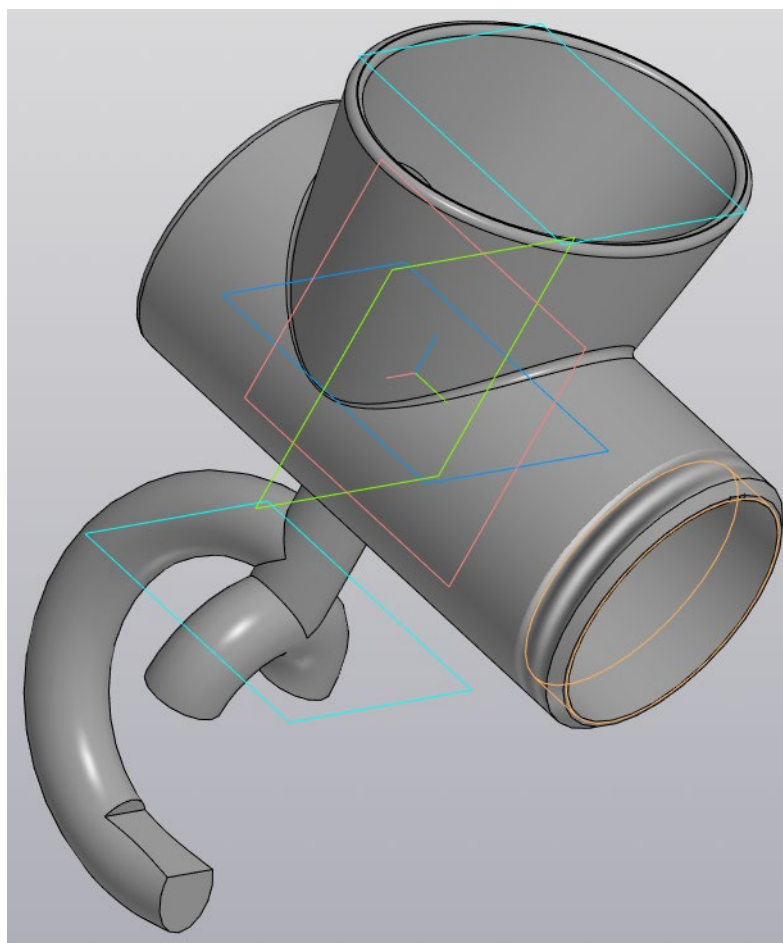

Рисунок 77 – Результат моделирования элемента крепления
10.17 Создайте новый эскиз в плоскости ZY. Размеры эскиза показаны на рисунке 76. Вырежьте эскиз в два направления способом «Через все» (рис. 77).